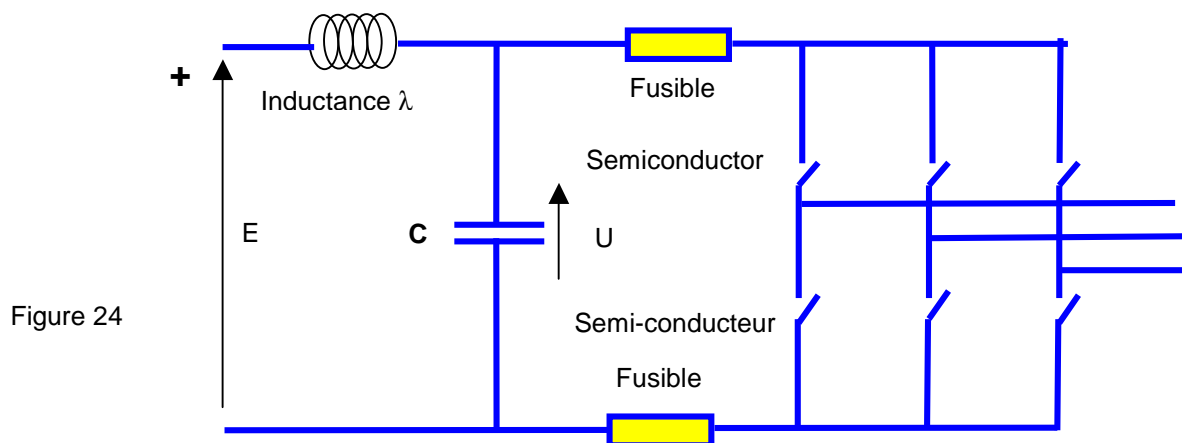

Figure 24
- fusibles dans la boucle continue de l'onduleur (figure 24): mais dans ce cas le courant nominal du fusible est 1.7 fois le courant nominal du fusible dans les bras.